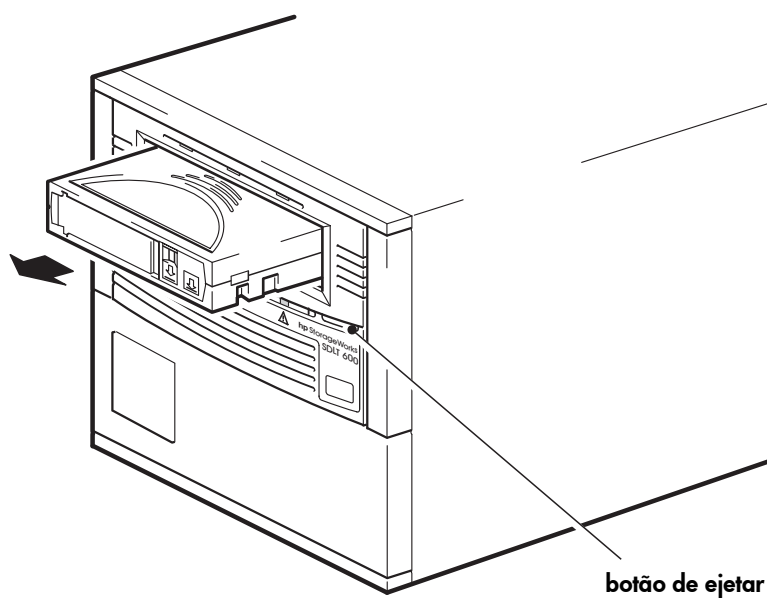

Figura 7b: descarregar um cartucho
- 1 Pressione o botão de ejetar no painel frontal. (Veja a Figura 7b.)